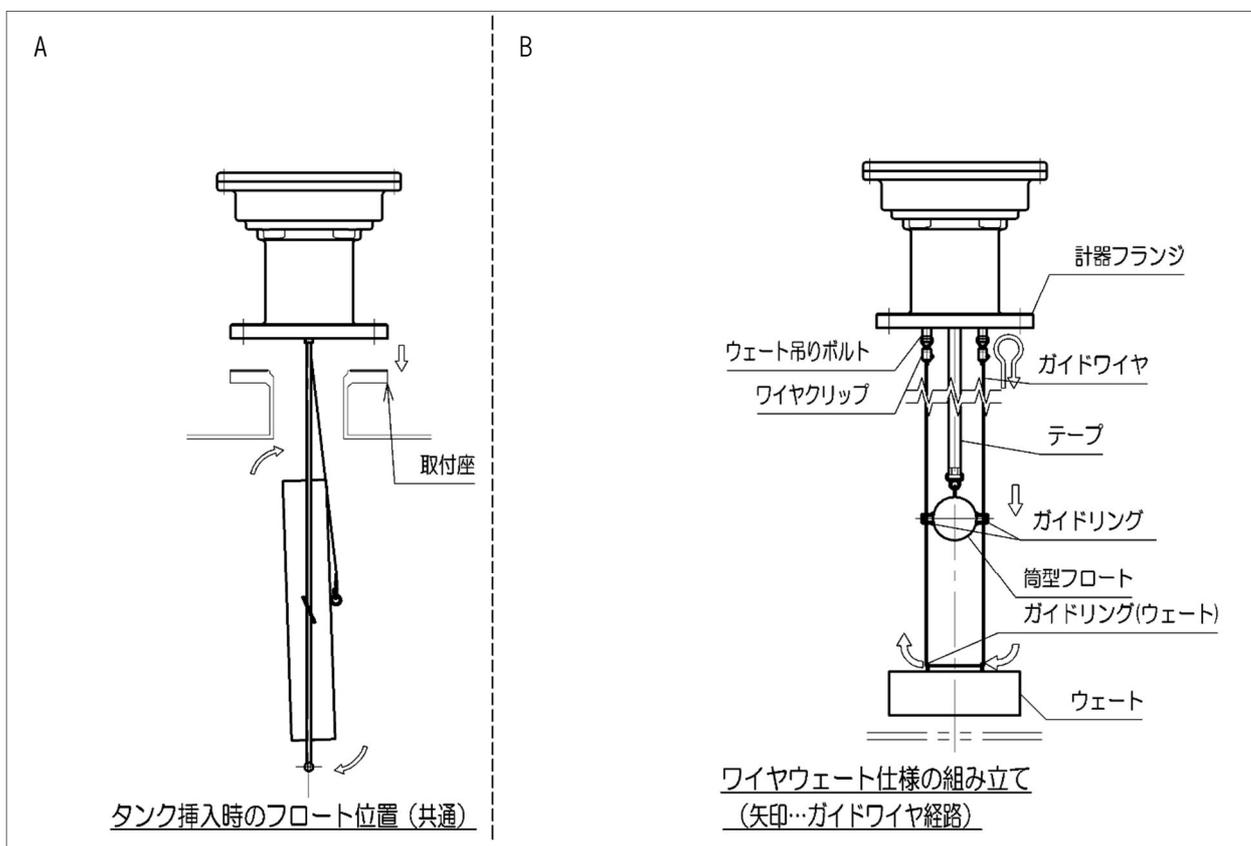

図 5.S 方式の設置方法-ワイヤウェート組み立て
- 4.3.4. ガasketを使用する場合は先に取付座に設置の上、フロートを図 5-A の通りに回転させて取付座から組み立てた接液部をタンク内に挿し込み、計器フランジを取付座に所定の締結部品で固定し取付を完了します。
- 4.4.1. 計器接液部分を組み立てます(図 5-B 参照)。
- 4.4.6. フロートを図 5-A の通りに回転させて取付座から組み立てた接液部をタンク内に挿し込みます。テープを手で持ちながら少しずつ繰り出す要領で慎重に降下させます。